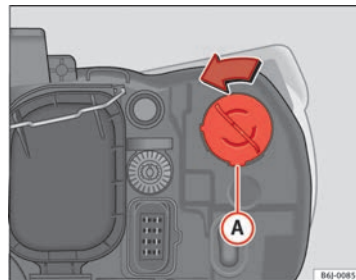

Fig. 155 Luz intermitente
- Gire el portalámparas ⇒ fig. 155 **A** a la izquierda y tirar.